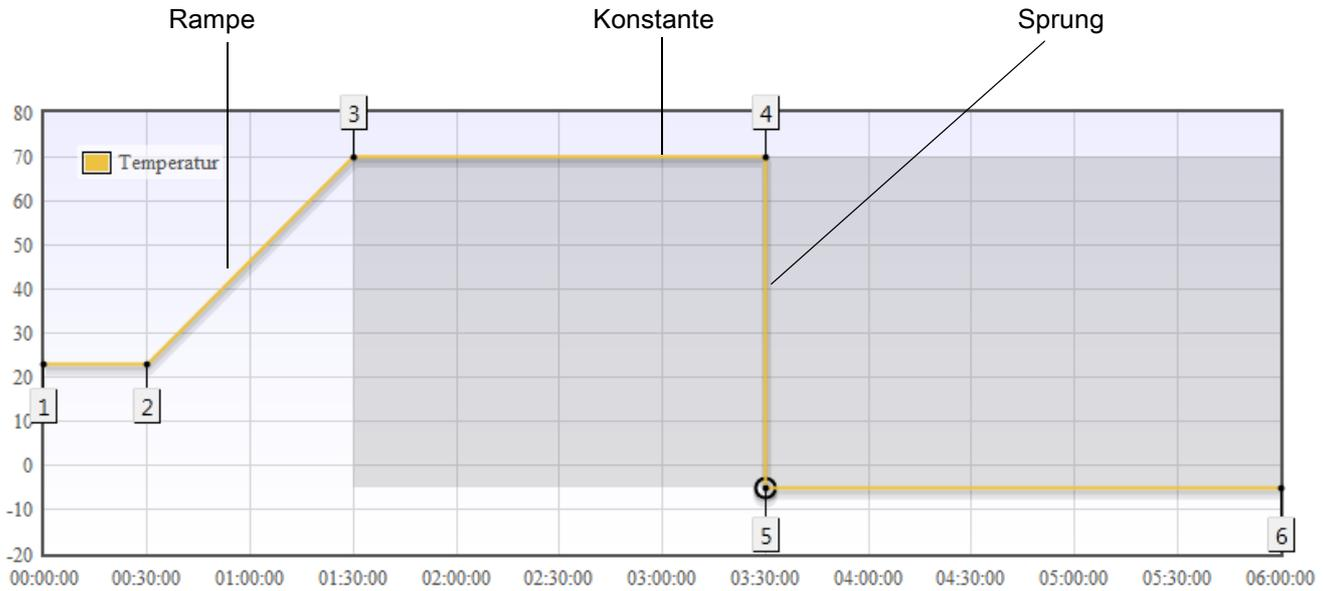

Abb. 6-1 Beispiel für ein Programm
Wenn Sie eine Rampe programmieren möchten, wie zwischen Schritt 2 und 3 in → *Abb. 6-1 »Beispiel für ein Programm«* (Seite 74), gehen Sie wie folgt vor:
- ▶ Einen weiteren Schritt programmieren. Dabei den Temperatursollwert aus dem vorherigen Schritt wiederholen, aber diesmal die gewünschte Dauer der Konstante definieren, vgl. Schritte 3 und 4 sowie Schritte 5 und 6 in → *Abb. 6-1 »Beispiel für ein Programm«* (Seite 74).
Wenn Sie einen Sprung programmieren möchten, wie zwischen Schritt 4 und 5 in → *Abb. 6-1 »Beispiel für ein Programm«* (Seite 74), gehen Sie wie folgt vor: